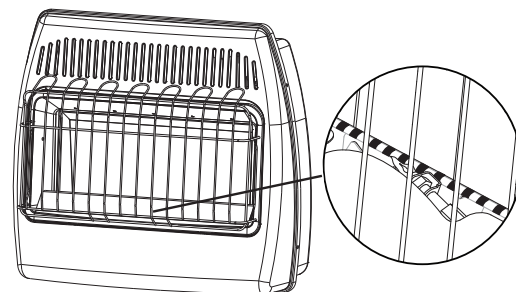

Fig. 24 - Ubicación de la llama del piloto
6. Con la perilla de control oprimida, presione el encendedor hasta que el piloto se encienda. El piloto es visible centrado debajo del quemador principal, detrás de la parrilla delantera. (Ver Fig. 24 en la página 19).
7. Mantenga oprimida la perilla de control durante (30) segundos después de que el piloto encienda. Suelte la perilla de control.
6. Con la perilla de control oprimida, presione el encendedor hasta que el piloto se encienda. El piloto es visible centrado debajo del quemador principal, detrás de la parrilla delantera. (Ver Fig. 24)